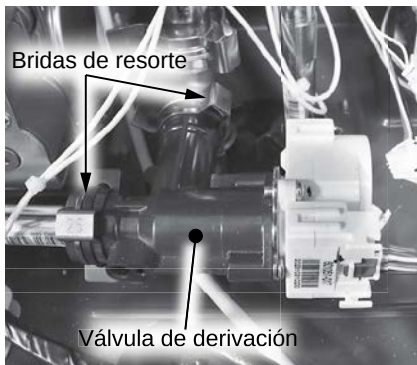

Figura 164 - Ubicación de la válvula de derivación.
- 17** Ubique la válvula de gas en el lado inferior delantero del calentador de agua, como se muestra en la Figura 164. Desconecte el mazo de cables de la válvula.
- 18** Retire las dos (2) bridas de resorte (tamaño 25) que fijan la válvula de derivación al sistema de tuberías. Retire la válvula de derivación de las conexiones de la tubería. Deje los componentes a un lado en un lugar seguro para volver a instalarlos. Consulte la Figura 164.